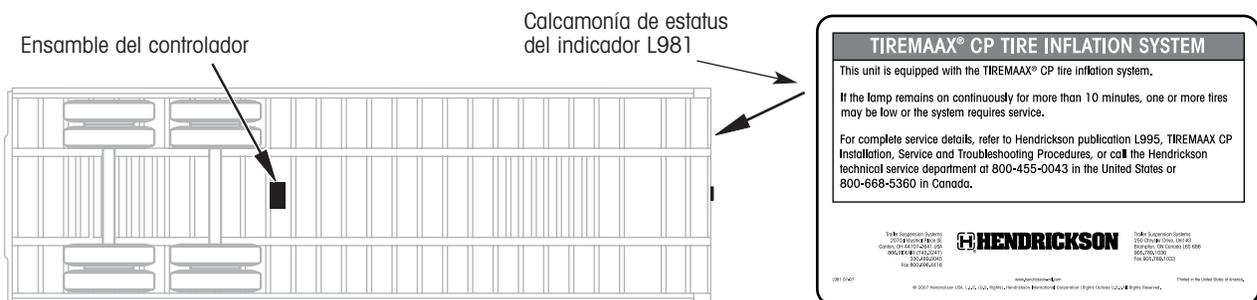

Figura 33. Localización recomendada para el ensamble del controlador y la calcamonía
1. Instale la calcamonía L981 al frente del remolque, cerca del indicador (figura 33).